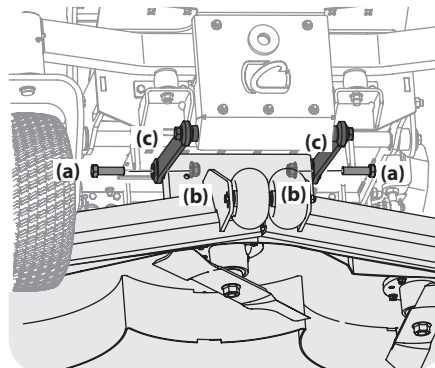

Figure 4-19
5. Retirez les boulons hexagonaux (a) et les écrous autobloquants à bride (b) qui fixent les tiges de commande (c) au plateau de coupe. Voir Figure 4-19.